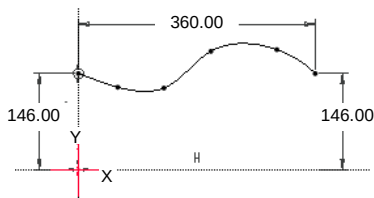

图 3.4.4 绘制草图
(4) 通过坐标原点分别绘制水平、垂直中心线。
(5) 绘制图 3.4.4 所示的样条曲线 (绘制此样条曲线时, 首尾点的坐标要正确, 其他点的位置及个数可任意绘制, 其将由后面的数据文件控制)。